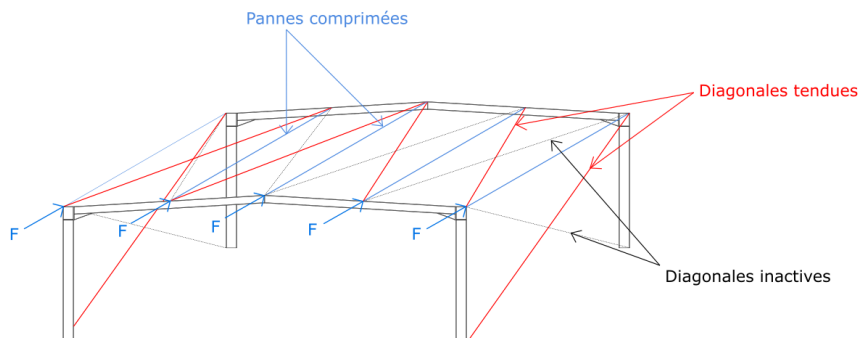

Figure 5 : Mode de fonctionnement d'un système de contreventement
- Elle transmet les efforts axiaux des pannes jusqu'aux palées de stabilité par un fonctionnement de type poutre treillis. Voir la Figure 5 ;
- Elles transmettent les efforts de la poutre au vent jusqu'aux fondations, en général par la mise en traction de leur diagonale. Voir la Figure 5 ;